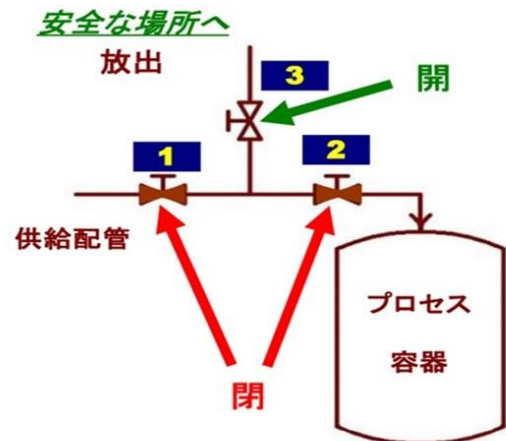

図1 DBBによる流体の隔離状態
下流側の設備をプロセス流体と遮断するとき、DBB では(3つの)弁は図1のようにセットする。遮断弁の①と②は 閉、ブリード弁の③は開とする。もし、遮断弁①が漏れるか偶然開いた場合に、2 番目の遮断弁②が下流側の設備に流体が流れないように防ぐ。漏れたり、蓄積した物質は、ブリード弁③を通して“安全な空間”に流れていくために2つの遮断弁の間の圧力は高くはならない。